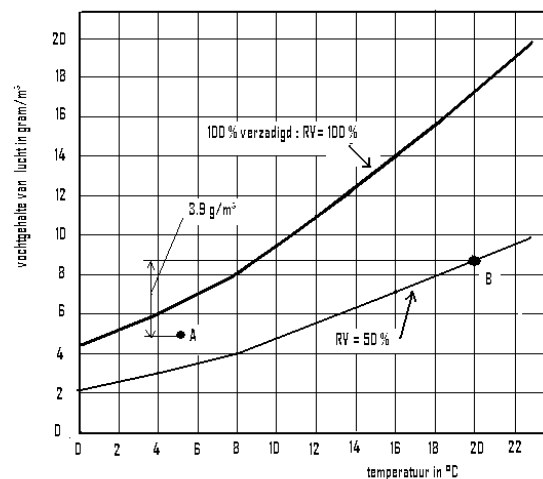

Fig. 1 VOCHTBEHALTE VAN LUCHT
Bijvoorbeeld - Buitentemperatuur 5 °C, 75 % RV (relatieve luchtvochtigheid), zie A in fig. 1.
* Kamer temperatuur 20 °C, 50 % RV (standaard voor airconditioning), zie B in fig. 1.
In dit geval is dit 3.9 g/m³ (zie grafiek fig. 1) Om 2.5 liter water te kunnen opnemen moeten we dan per etmaal 640 m³ ventilatielucht verplaatsen. In ons voorbeeld verzorgt de oliëkachel (ca 3 kW op lage stand) ca 460 m³ luchtverversing per etmaal.
Vorkomen we hiermee condensatie op de huid en het vlak? Nee, want als de lucht uit de woning door de kieren in de betimmering de huid bereikt, krijg je condens beneden 9 °C (zie grafiek fig. 1). De hoeveelheid condens hangt af van de luchtdoorlaatbaarheid van de betimmering! Dit zal hieronder verder worden uitgewerkt.